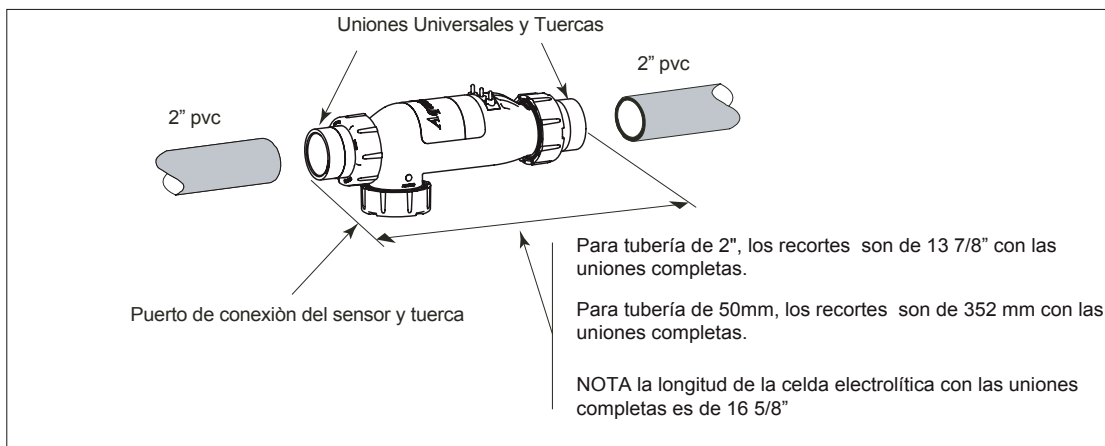

Figura 10. Recorte de Tubería
5. Recorte una sección de 13 7/8" (352 mm) de tubería de 2" (50 mm) para insertar la Celda. Vea Figura 10.